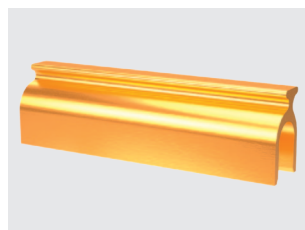

Fig. 2
- Partie femelle asymétrique micro et macro** (Fig. 2) **E = Elitor®**
2. Partie femelle asymétrique E, micro et macro (Fig. 2)